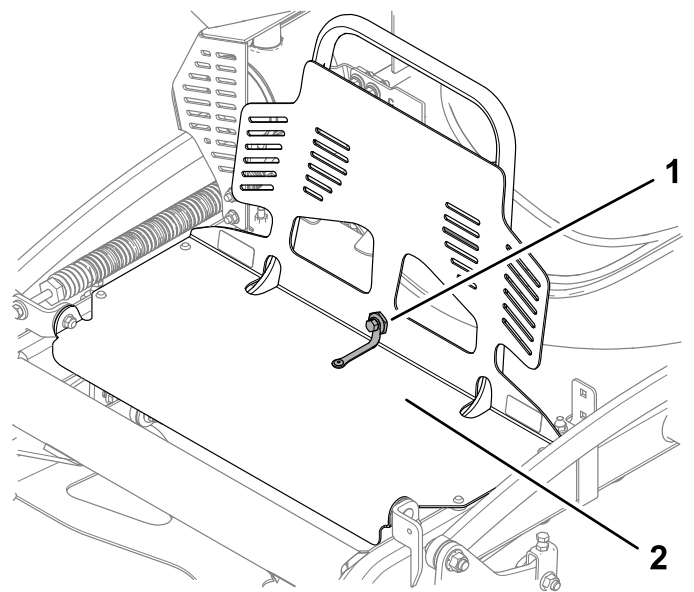

図 29
1. エンジンガードをガードエクステンションに固定しているボルトとショルダナットを外す 図 29。
4. 図 29のように、ボルトとショルダナットでエンジンガードをエクステンションガードに固定する。